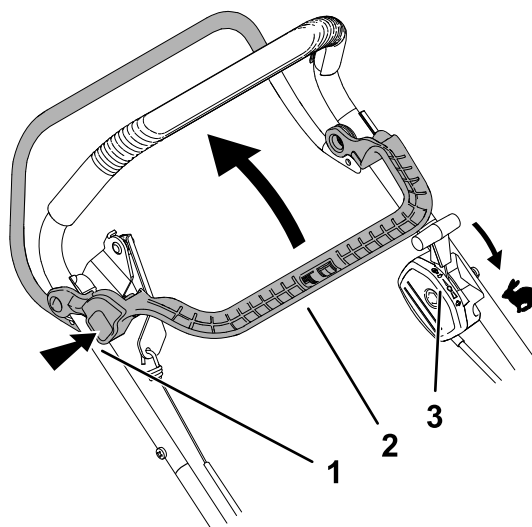

Bild 15
1. Stellen Sie sicher, dass der Gasbedienungshebel in der Stellung FAST ist (Bild 15).
2. Drücken Sie die BBC-Riegeltaste und ziehen Sie die BBC-Steuerhebel nach hinten an den Holm (Bild 15).